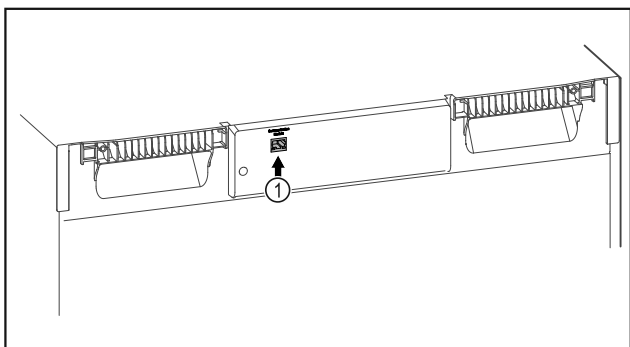

Fig. 119
- A SmartModule *Fig. 119 (1)* be van helyezve.